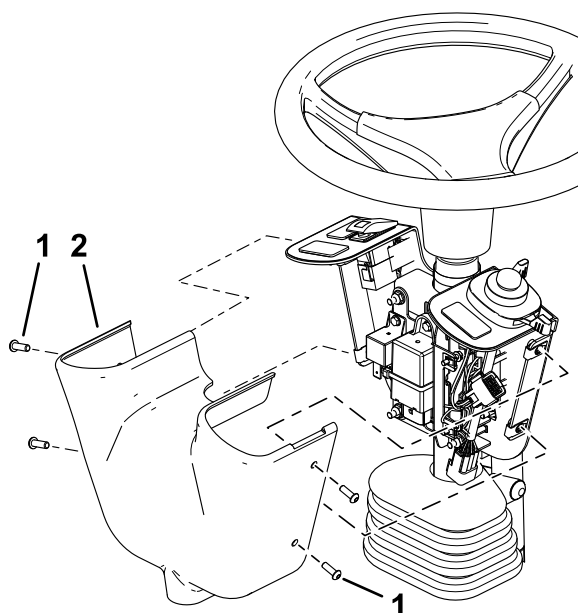

図 7
9. コントロールカバーを固定している六角ソケットねじ4本を外してカバーを外す 図7。
12. 図 7 のようにコントロールカバーを取り付ける。